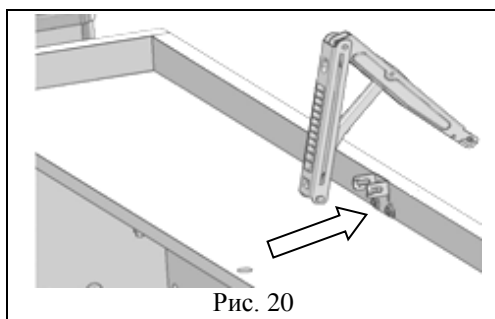

Рис. 20
5.4.2. Фиксатор столешницы Multiflex (поз. 1, пакет № 9а) нижней частью ввести в кронштейн нижний (см. рис. 20; 20а).
Рис. 20а